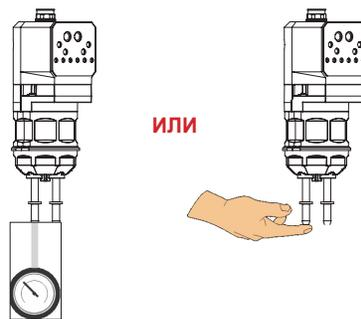

Рис. 11 Методы проверки разрезания
3. Отсоединить порошок шланг от насоса. Присоединить вакуумметр ко всасывающему фитингу или приложить к фитингу палец, как показано на Рис. 11.